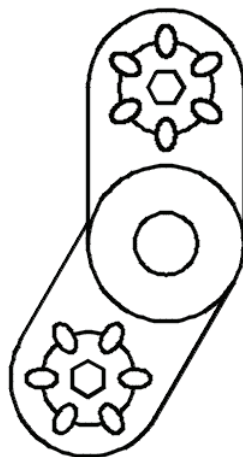

图 4-83 上机操作图 2
- (9) 上机操作：绘制图 4-83 所示的图形，具体尺寸由读者根据参考图自行确定。